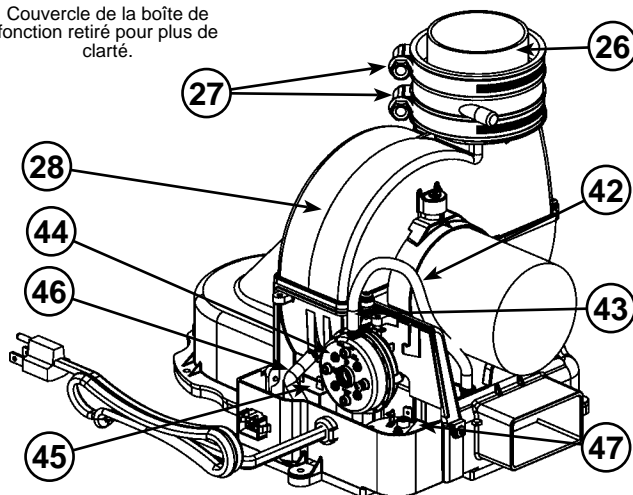

Figure 54.
- 26 ****Accouplement en caoutchouc (voir Figure 5) (voir aussi Figure 54)
- 27 Collier de serrage (voir Figure 5) (voir aussi Figure 54)
- 28 ***Soufflerie et cordon d'alimentation (voir Figure 5) (voir aussi Figure 54)
- 42 Tube d'air (apport) (voir Figure 5) (voir aussi Figure 54)
- 43 Limiteur de température, soufflerie (voir Figure 5) (voir Figure 54)
- 44 Pressostat apport d'air (NF) (dans boîtier) (voir Figure 5) (voir aussi Figure 54)
- 45 Condensateur (voir Figure 5) (voir aussi Figure 54)
- 46 Tube d'air (évacuation) (voir Figure 5) (voir aussi Figure 54)
- 47 Pressostat évacuation (NO) (dans boîtier) (voir Figure 5) (voir aussi Figure 54)